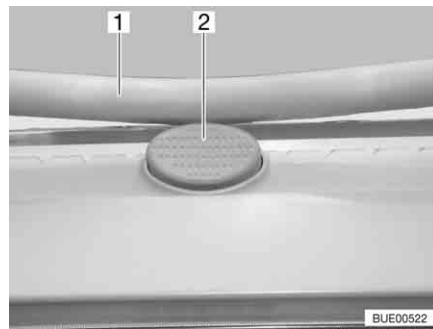

Fig. 58 Bouton de sûreté sur le lanterneau Heki
- Appuyer sur le bouton de sécurité (Fig. 58,2) et tirer l'étrier (Fig. 58,1) vers le bas avec les deux mains.
- Pousser l'étrier vers le haut avec les deux mains jusqu'à ce que ce dernier se trouve au-dessus du bouton de sûreté (Fig. 58,2).